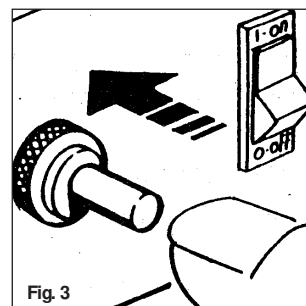
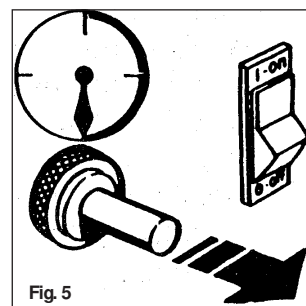

Fig. 3
Fig. 5
- Tryk på gasventilens knap og tryk samtidigt nogle gange på den piezoelektriske knap, indtil brænderen starter (Fig. 3 - 4). Når brænderen starter, hold ventilens knap indtrykket ca 10 sekunder (Fig. 5). Hvis brænderen starter når varmeapparatets ventilknop slippes, vent da nogle minutter og gentag operationen. Hold da ventilknappen indtrykket i en længere tid.